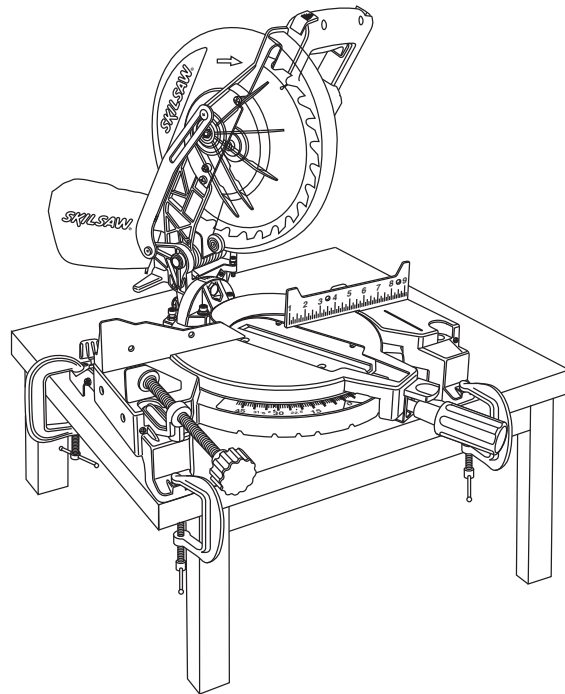

FIG. 11
- Place three or more "C" clamps on the clamping areas and secure (Figure 11).
- Placez au moins trois (2) serre-joints en C sur les surfaces de cramponnage et fixez solidement (Figure 11).